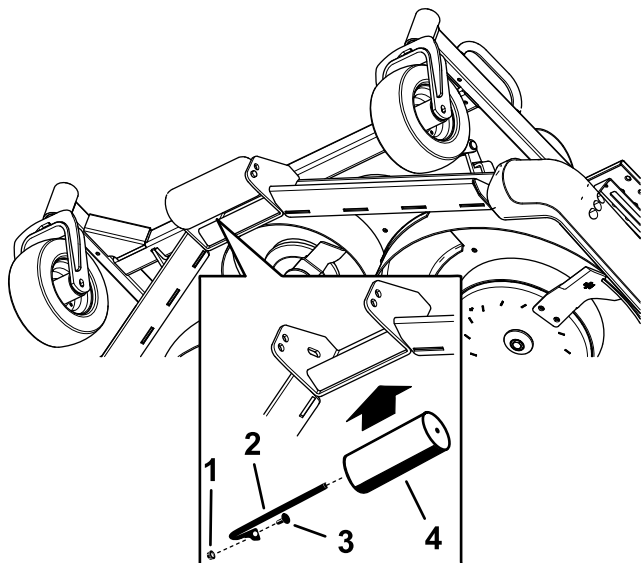

Figura 31
5. Efetue o alinhamento do rolo com os orifícios adequados e instale o eixo com um parafuso e uma porca (Figura 31).